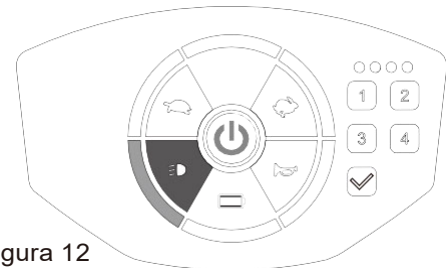

Figura 12
- Para apagar pulsar el botón de nuevo, el indicador [🔦] se apagará en el panel (figura 12)